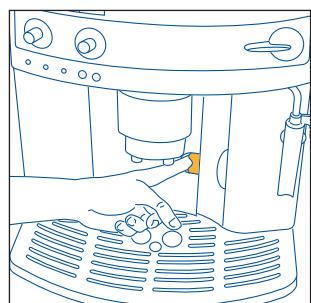
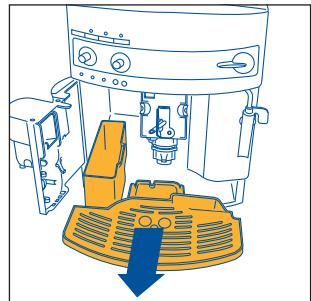

Fig.15
Fig.16
NOTA 7: la máquina cuenta la cantidad de cafés que se sirven. Cada 14 cafés individuales (o 7 dobles), el piloto  se enciende de manera fija (cap. 12 punto 3) advirtiendo que el recipiente de los posos está lleno y que hay que vaciarlo y limpiarlo. Hasta que no se limpia el recipiente de los posos, el piloto queda encendido y la máquina no puede hacer el café. Para limpiar, abra la portezuela de servicio situada en la parte delantera tirando de la manija correspondiente, fig. 15; se enciende el piloto  que parpadea (véase § 12 punto 9), entonces extraiga la bandeja recogegotas (fig. 16) vacíela y límpiela. Vacíe y limpie muy bien el recipiente de los posos procurando eliminar todos los residuos que puedan estar depositados en el fondo. Seque también las gotas de condensado que se depositen en el interior de la máquina, abajo de la bandeja recogegotas. **IMPORTANTE:** cuando se extrae la bandeja recogegotas es OBLIGATORIO vaciar siempre el recipiente de posos de café incluso si está poco lleno. Si esta operación no es efectuada, puede suceder que, cuando se preparan otros cafés, el recipiente de posos se llene más del previsto y que la máquina se atasque de pastillas usadas.
- abra la portezuela de servicio (fig. 15);
- extraiga la bandeja recogegotas y el recipiente de los posos (fig. 16) y lávelos;